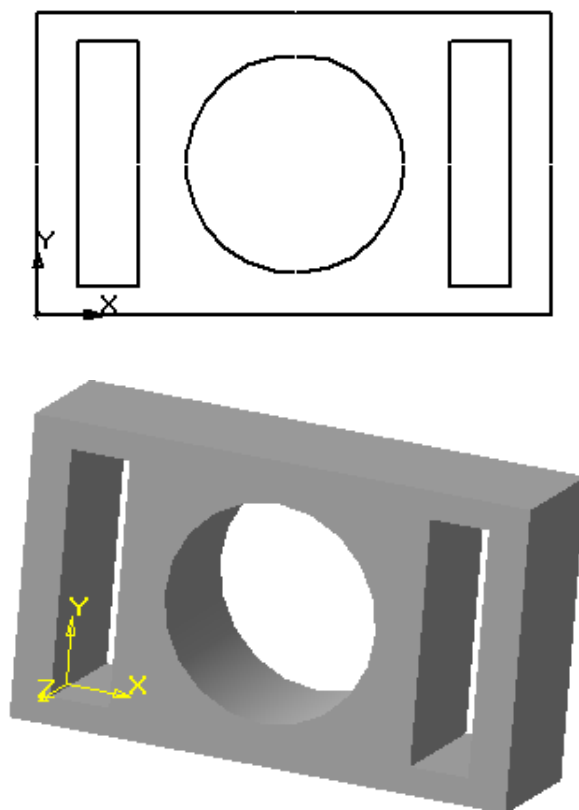

Рис. 2.27
6. Эскиз базовой детали может содержать один или несколько контуров. Если контур один, то он может быть незамкнутым, а если контуров несколько, то все они должны быть замкнутыми. Причем один контур наружный, а все остальные вложены в него (рис. 2.27).